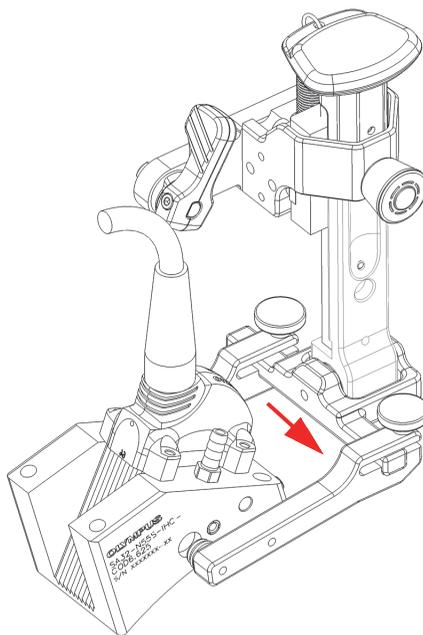

Рис. 2-18 Сдвиг рычага вилки
1. Ослабьте крепежный винт вилки, а затем отодвиньте один из рычагов вилки наружу до края стержня (Рис. 2-18 на стр. 59).